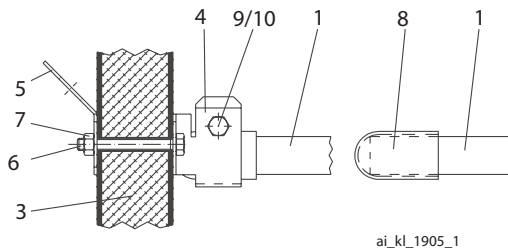

Рисунок 2
Крепежный уголок (4) и поддерживающая скоба (5) **Рисунок 2** с болтами (6) затягиваются таким образом, чтобы крепежный уголок и поддерживающая скоба не оставляли следов на стенке вытяжной трубы (3).
Для стопорения болтов используются самостопорящиеся гайки (7). Прилагаемые защитные колпачки (8) устанавливаются на концы кронштейнов вентилятора (1), **Рисунок 2**.